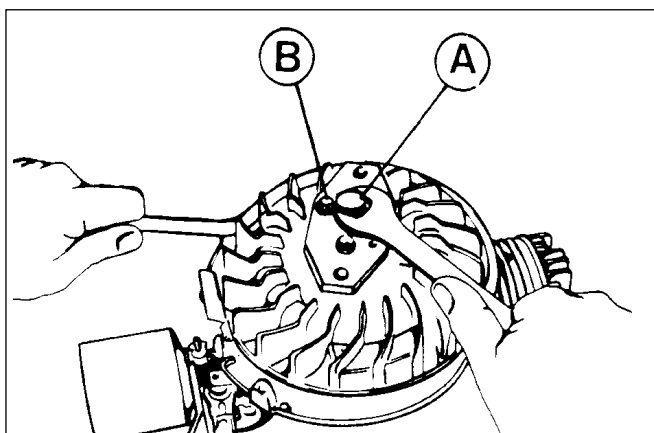

Abb. 17
- Verwenden Sie das Werkzeugteil Nr. 670306 und stecken Sie den Schraubenbolzen "A" wie in Abb. 17 gezeigt in die Kurbelwellenbohrung (Schwungradmitte).
- Der mittlere Schraubenbolzen (A) sollte kurbelwellenseitig noch nicht angezogen werden.
- Nun kann der mittlere Bolzen mit Hilfe des Spezialwerkzeugs (Werkzeug-Nr. 670306) und einem 11/16"-Schraubenschlüssel angezogen werden (A). Auf diese Weise läßt sich das Schwungrad ausbauen (siehe Abb. 17).